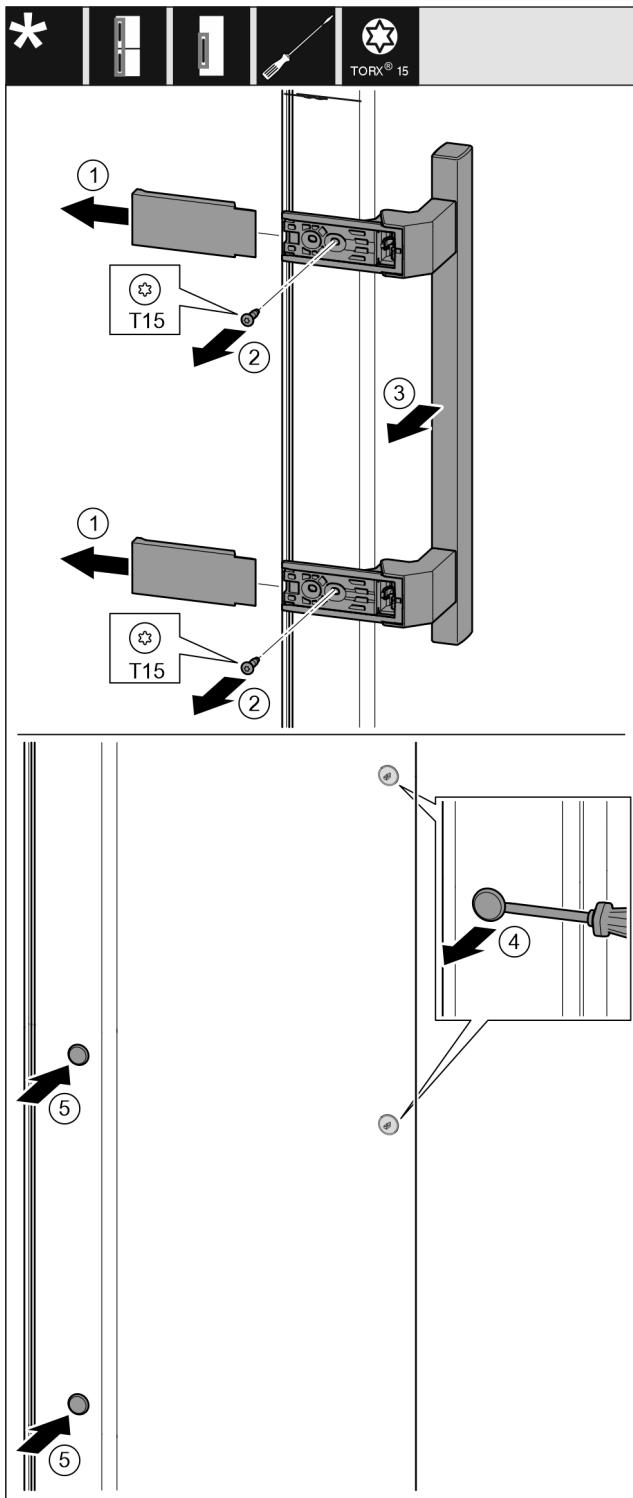

Fig. 16
- Свалете капака. Fig. 16 (1)
- Отвийте винтовете с отвертка T15. Fig. 16 (2)
- Свалете дръжката. Fig. 16 (3)
- С плоска отвертка внимателно повдигнете страничната тапа и я извадете. Fig. 16 (4)
- Отново поставете тапата от другата страна. Fig. 16 (5)